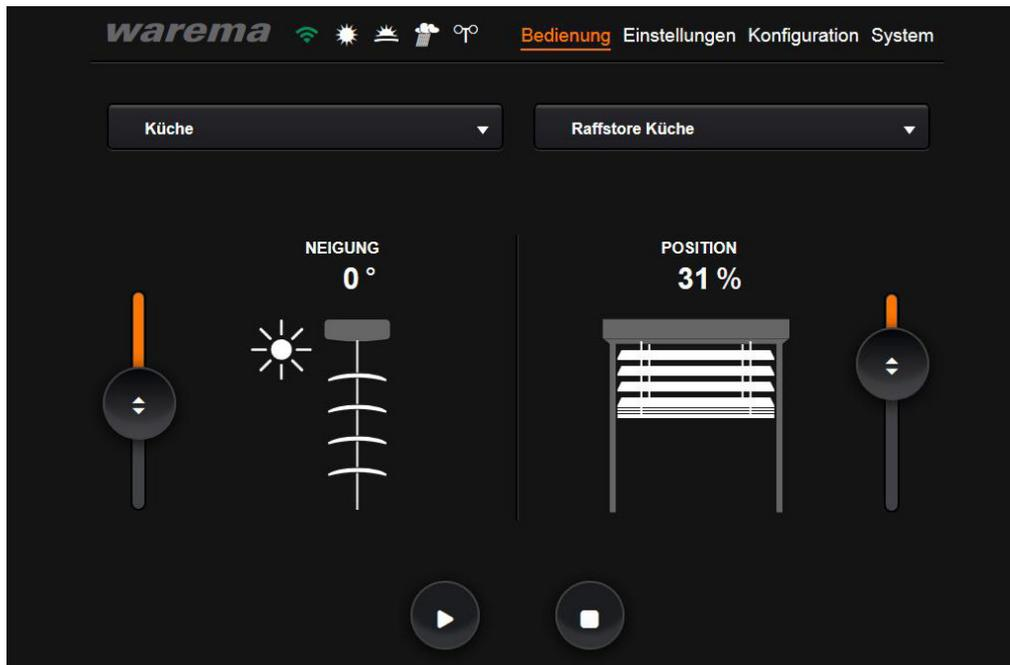

Abb. 15 Menü zur Bedienung der Kanäle
- ▶ Das "spinning wheel" zeigt an, dass sich der angesteuerte Kanal in Bewegung befindet. Sobald die bisher in grau dargestellte Soll-Position (%-Angabe) erreicht wird verschwindet das spinning-wheel und die erreichte Ist-Position wird in "weiß" (siehe z.B. 31 % in Abb. 15) angezeigt.